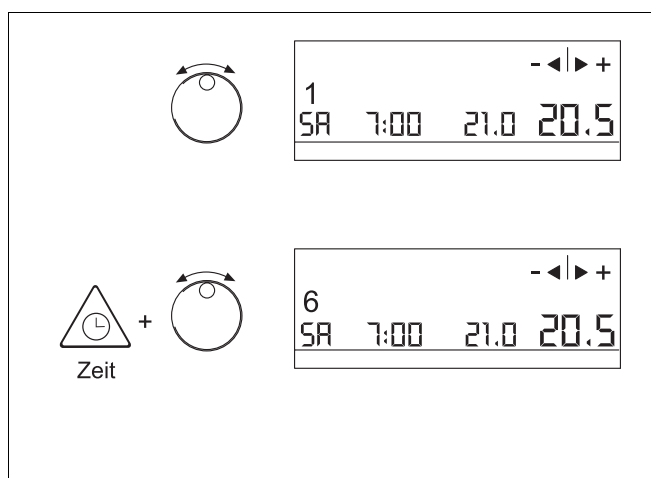

Abb. 8 Ändern des Schaltpunktes
- ▶ Drehknopf (Abb. 8) drehen, bis im Display „SA 7:00 21.0“ angezeigt wird.